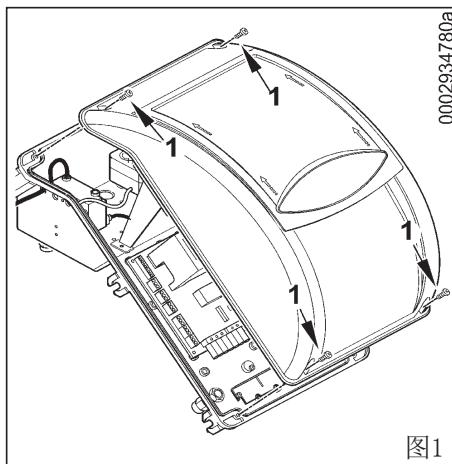
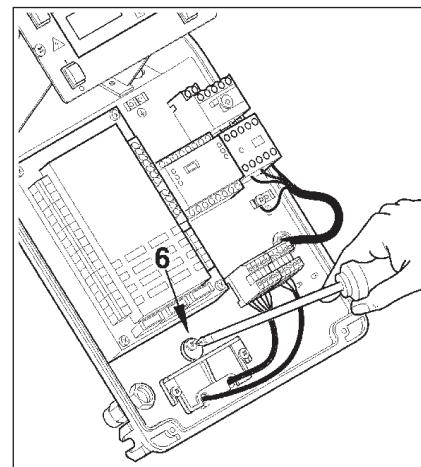

图1
图3
- 如图 1 所示，松开 4 个螺丝 (1)，不要移开前面透明的盖板，移除盖子。这样就可以接触到燃烧器的电气柜。
- 在移除电缆压板 (3) 之后，松开螺丝 (2)，将 7 孔和 4 孔接头从小孔穿过，见图 (2)。连接电源电缆 (4) 到遥控断电器，固定地线 (5) 并固定电缆固定器。
- 如图 3 从新放置电缆的浮动接头，旋转凸轮 (6)，以保证浮动的压力能够压在电缆上，然后锁紧螺丝快速的连接电缆浮动接头，最后连接那两个 7 孔或 4 孔接头。